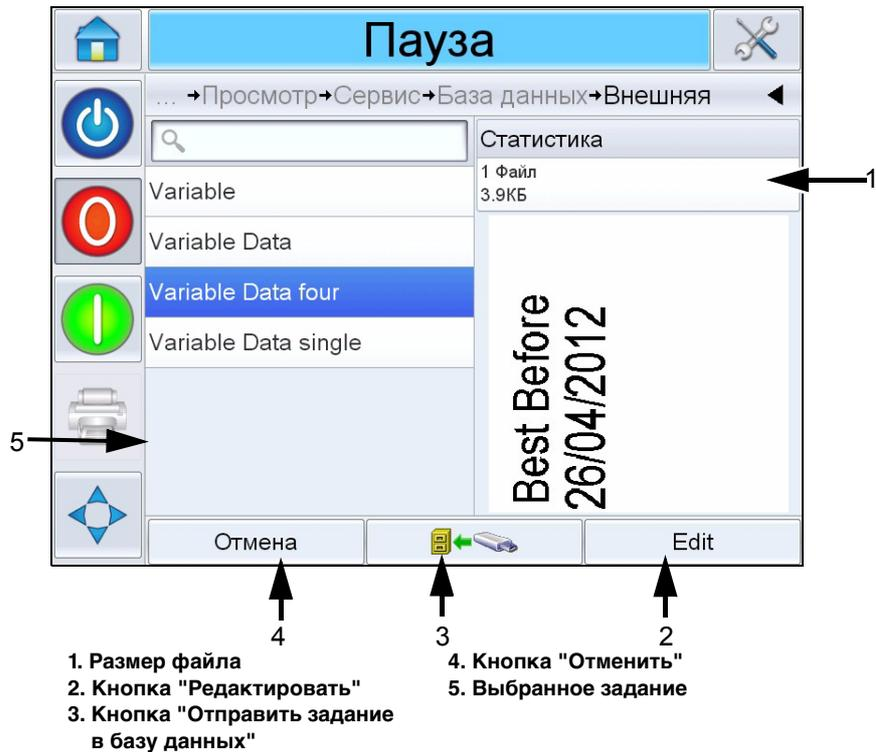

Рис. 6-14: Список заданий на USB-устройстве
- 4 Прикоснитесь к *Внешняя* для просмотра всех заданий на USB-устройстве (Рис. 6-14).